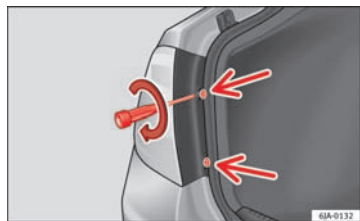

Fig. 161 Montering af baglygte
- Skru de to skruer til den forreste del af lygten fast med en skruetrækker eller en T20 torxnøgle (drej med uret ⇒ Fig. 161). ■